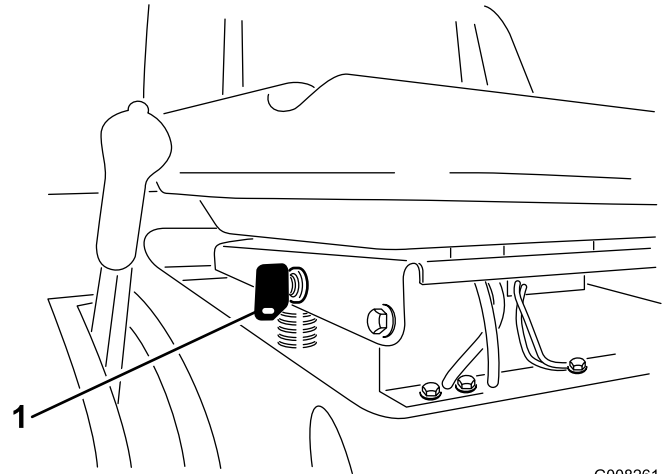

Bild 13
dem KeyChoice-Schalter, der sich in der Nähe der Sitzhalterung befindet, deaktivieren (Bild 13).
2. Stecken Sie den KeyChoice – Schlüssel in das Zündschloss (Bild 13).